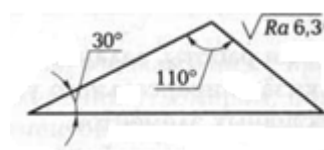

Рис. 27
4. Выполнить эскиз детали с указанием углов А, Б и В, используя рис. 27.